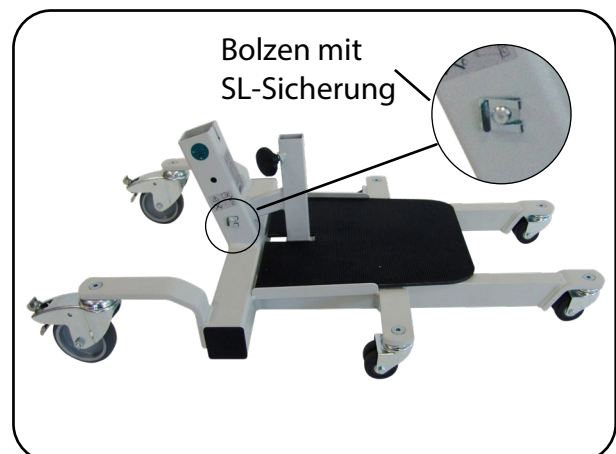

Abb.13.2.04 – Fahrgestell
7. Positionieren Sie den Bolzen wieder in der Standmastaufnahme und sichern Sie ihn mit der SL-Sicherung (Abb. 13.2.04).